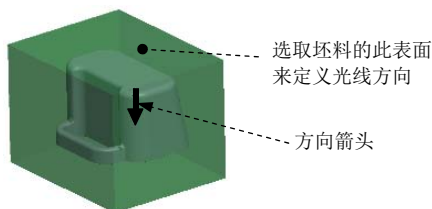

图 4.8 选取平面
Step4. 在 **CHAIN (链)** 菜单中选择 **Feat Curves (特征曲线)** 命令；然后在系统 **选择包含曲线的特征** 的提示下，用“列表选取”的方法选取前面创建的轮廓曲线：将鼠标指针移至模型中曲线的位置，右击，选择 **从列表中拾取** 命令；在系统弹出的“从列表中拾取”对话框中选取 **F7 (SILH_CURVE_1)** 选项，然后单击 **确定 (D)** 按钮；在 **CHAIN (链)** 菜单管理器中选择 **Done (完成)** 命令，系统会提示 **所有元素已定义。请从对话框中选择元素或动作。**
Step5. 定义光线投影的方向。在“裙边曲面”对话框中双击 **Direction (方向) 已定义** 元素。在系统弹出的 **GEN SEL DIR (一般选择方向)** 菜单中选择 **Plane (平面)** 命令，然后在系统 **选择将垂直于此方向的平面** 的提示下，选取图 4.8 所示的坯料表面；将投影的方向切换至图 4.8 中箭头所示的方向，然后选择 **Okay (确定)** 命令。